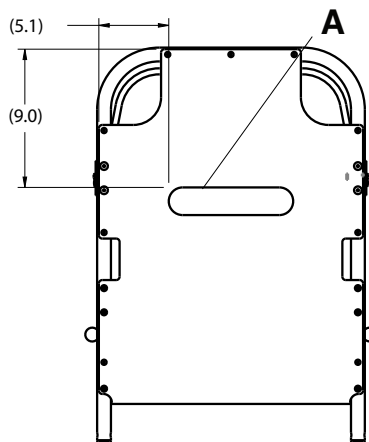

Figura 1 – Aplicați prinderea Velcro® la spătarul Fowler
6. Scoateți protecția prinderii **Velcro®** a spătarului Fowler (A) și aplicați prinderea **Velcro®** la suprafața spătarului Fowler (Figura 1).